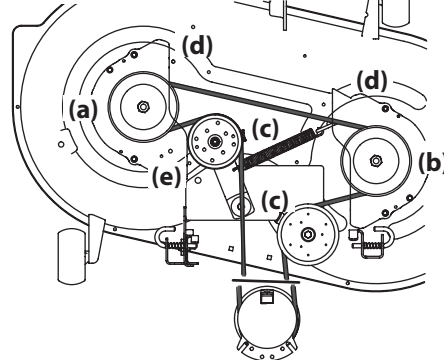
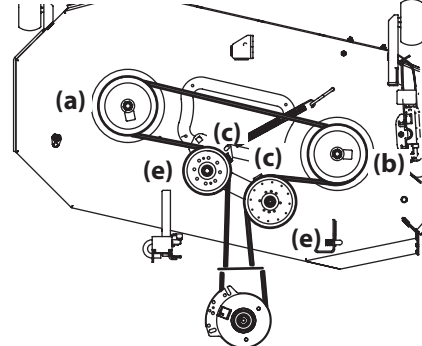
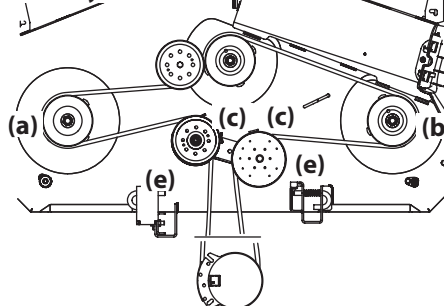

Figura 4-14
Figura 4-15
Figura 4-16
2. Afloje, pero no quite los accesorios a derecha e izquierda de la polea loca (b). Consulte la Figura 4-14 para las plataformas de 42", la Figura 4-15 para las plataformas de 46" y la Figura 4-16 para las plataformas de 50" y 54".